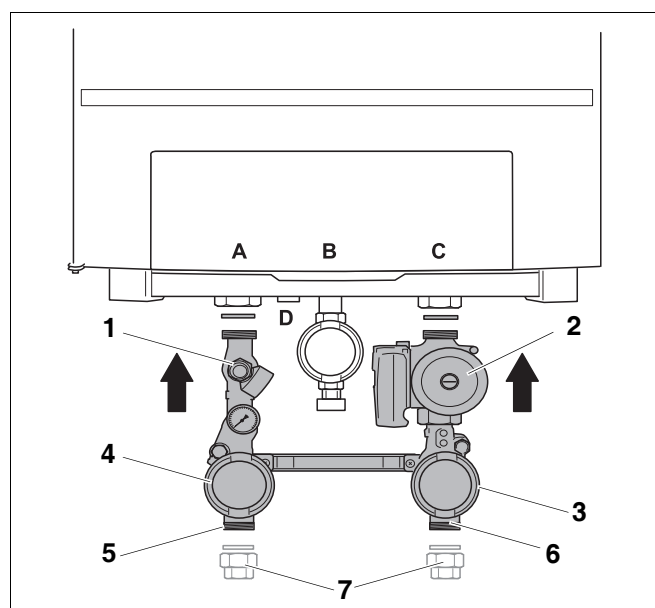

Fig. 5 Serviceafsluiterarmaturen monteren
- Monteer het blauwe en rode serviceafsluiterarmatuur (fig. 5, **pos. 3** en **pos. 4**) aan de aansluiting C en A (retour en aanvoer). Maak hierbij gebruik van de beide meegeleverde vlakke rubberen afdichtingen.
- Sluit de aanvoerleiding spanningsvrij aan op het rode serviceafsluiterarmatuur (fig. 5, **pos. 5**). Maak daarbij eventueel gebruik van de aansluitkoppeling (separaat te bestellen, fig. 5, **pos. 7**)
- Sluit de retourleiding spanningsvrij aan op het blauwe serviceafsluiterarmatuur (fig. 5, **pos. 6**). Maak daarbij eventueel gebruik van de aansluitkoppeling (separaat te bestellen, fig. 5, **pos. 7**)
De aansluitset is voorzien van een voorge-monteerde overstort van 3 bar (fig. 5, **pos. 1**). Als de statische hoogte van de cv-installatie daarom vraagt, dan kan deze door een overstort van 4 bar worden vervangen.